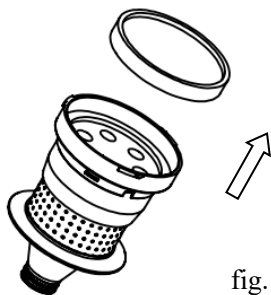

fig.17
- g) Saque la pieza del filtro para limpiarla o cambiarla ( fig.17)